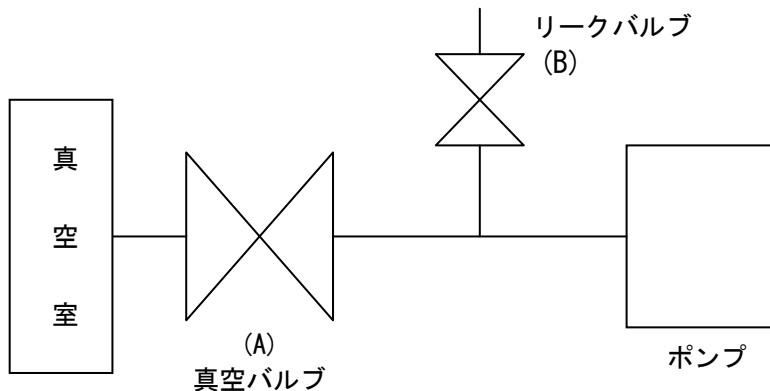

図5. 真空室と基本的な配管接続図
- (2) 真空室とポンプの間には、図5. のように、真空バルブ(A)及びリークバルブ(B)を取り付けて下さい。
必ずポンプを停止時に、真空バルブ(A)を閉じ、リークバルブ(B)を開いてポンプ停止して下さい。 (図5. 参照)
リークバルブ(B)を閉じ、吸気口につながる真空バルブ(A)を開いてポンプのスイッチを“ON”にして運転を開始して下さい。ポンプが排気を始めます。（図5. 参照）
まず真空バルブ(A)を閉じ、速やかにリークバルブ(B)を開いてポンプのスイッチを“OFF”にします。（図5. 参照）
数秒間回って停止する場合、リークバルブ(B)を開けることで、連続運転出来ることがあります。ポンプが温まったところで、リークバルブ(B)を閉じ正規の運転に戻して下さい。（図5. 参照）
また、真空室側にポンプ油が逆流する場合もあります。（図5. 参照）
- ② 真空バルブ(A)を閉じない場合には、大気側からポンプ内部を通つて真空リークすることがあります。（図5. 参照）